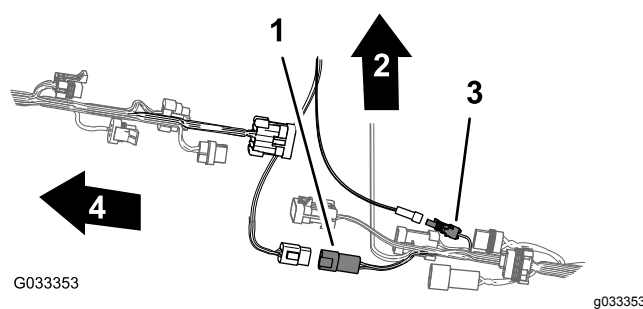

图 92
6. 为便于连接导航电气和数据线束应确保后线束的 1 插槽接头和后线束的 4 插槽接头与线束顶部对齐图 92。